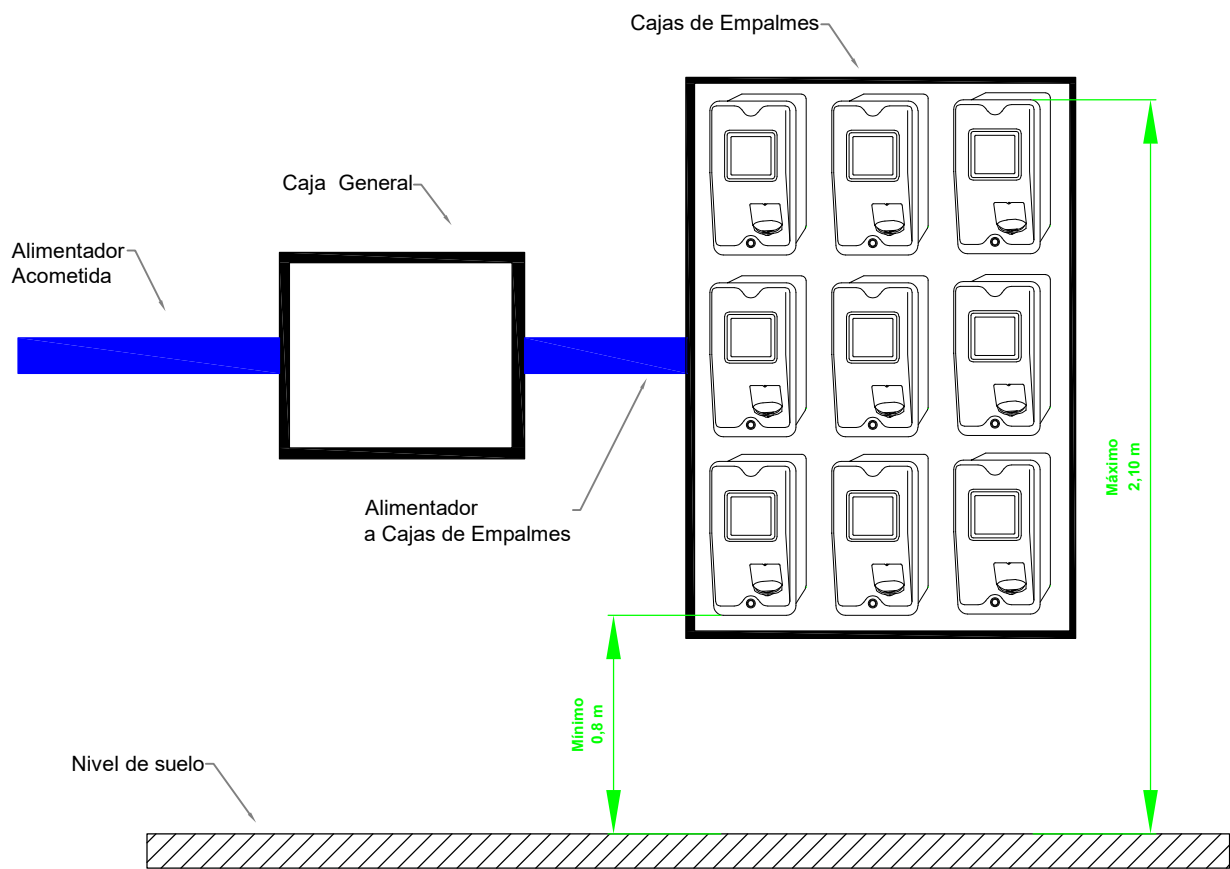

Figura 3. Ubicación de Cajas de Empalmes Individuales
- 2.- La ubicación de las cajas de empalmes individuales dentro de los recintos destinados a su montaje, se ubicarán de modo tal que el borde inferior de ninguna de ellas quede a una altura menor a 0,8 m, ni el borde superior de ninguna de ellas quede a una altura superior a 2,10 m, ambas cotas medidas respecto del nivel de piso terminado. (Ver Figura 3, Lámina 4 de 4).